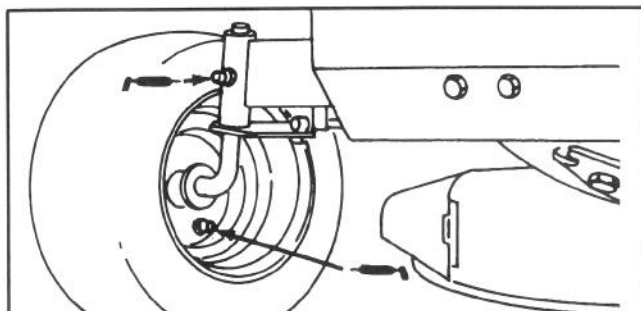

Figure 12
1. Essuyer (4) les graisseurs sur les fuseaux et les roues (Fig. 12), à l'aide d'un chiffon propre. Gratter la peinture qui pourrait se trouver à l'avant des graisseurs.
2. Graisser les deux fuseaux des essieux avec de la graisse universelle No. 2 (Fig. 12). Continuer à ajouter de la graisse à l'aide du pistolet graisseur, jusqu'à ce qu'elle déborde du fuseau. Essuyer tout excès de graisse.
3. Graisser les deux roues avant avec de la graisse universelle No. 2 (Fig. 12). Continuer à ajouter de la graisse à l'aide du pistolet graisseur, jusqu'à ce qu'elle déborde. Essuyer toute graisse qui aura coulé.